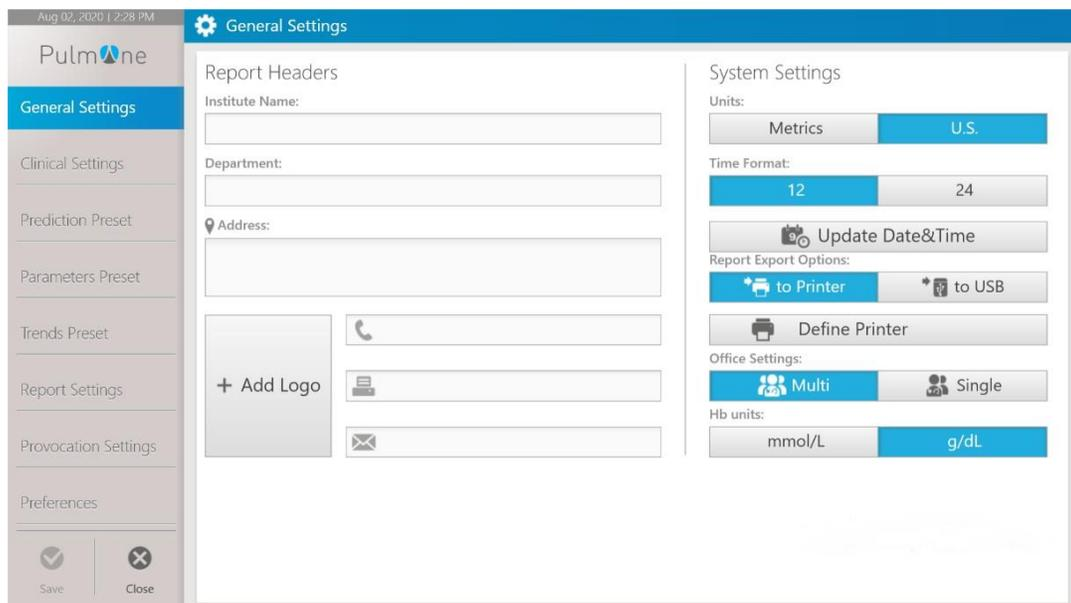

Abbildung 10: Allgemeine Einstellungen
Um die Benutzereinstellungen anzuzeigen oder zu bearbeiten, wählen Sie im linken Bereich des Hauptfensters „**Einstellungen**“ (siehe Abbildung 10).
1. Klicken Sie im Adressbereich des Fensters „Allgemeine Einstellungen“ auf die Schaltfläche **+ Logo hinzufügen** (Abbildung 10).
Klicken Sie dazu im Fenster „**Benutzereinstellungen**“ auf „**Datum/Uhrzeit aktualisieren**“ (siehe Abbildung 10 und Abbildung 19) und legen Sie die gewünschten Einstellungen auf der Registerkarte „**Datum und Uhrzeit**“ fest (siehe Abbildung 20).